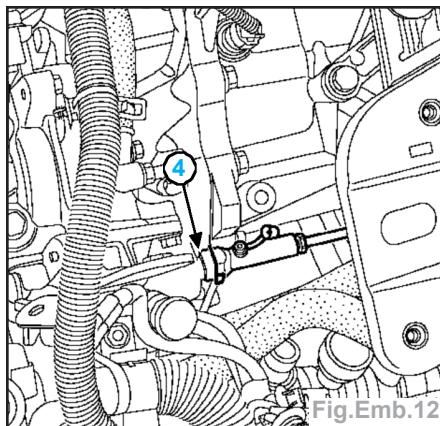

Fig.Emb.12
- Appuyer sur l'agrafe (4) avec la main tout en tirant sur le tuyau (Fig.Emb.12).